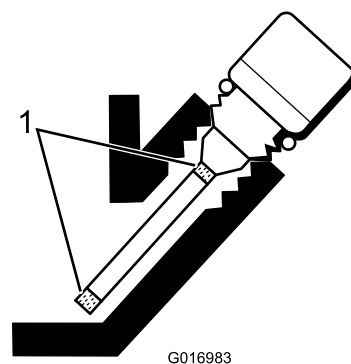

Figura 30
5. Se il livello è basso, rabboccate soltanto fino a raggiungere la posizione intermedia tra le tacche sull'asta di livello (Figura 30).